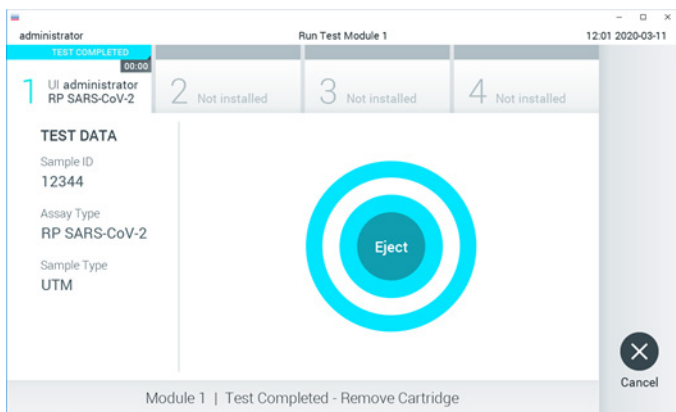

Рис. 29. Экран «Eject» (Извлечь).
22. По завершении процедуры анализа отобразится экран **Eject** (Извлечь) (рис. 29, следующая страница) и в строке состояния модуля отобразится результат анализа — один из следующих вариантов: